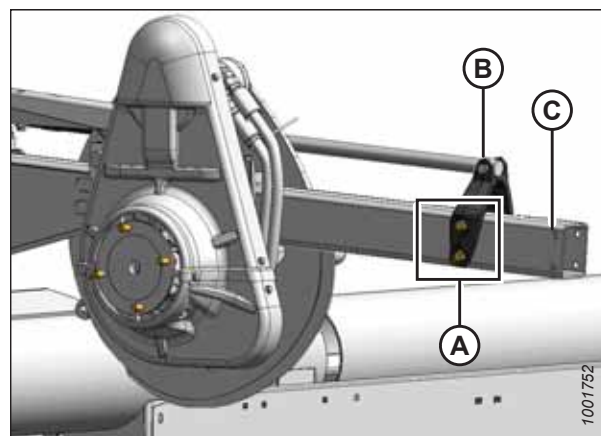

Figure 3.74: Position arrière
- Position arrière, consultez la figure 3.74, page 85
5. Remettez les quatre boulons (A) pour fixer le support (B) au bras du rabatteur dans la nouvelle position.